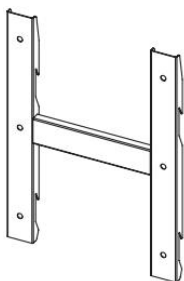

Bild 1
- 1) Installieren Sie zunächst gemäß der tatsächlichen Situation die Wandmontageplatte mit M8-Expansionschraube an der Wand, um sicherzustellen, dass die Installation fest ist (Bild 1).